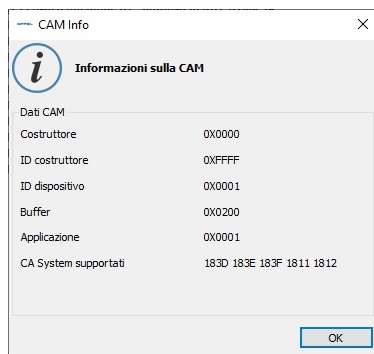

Fig. 69
- Il tasto **DETTAGLI** apre la finestra CAM INFO (fig. 69) che fornisce informazioni aggiuntive sulla CAM in uso.